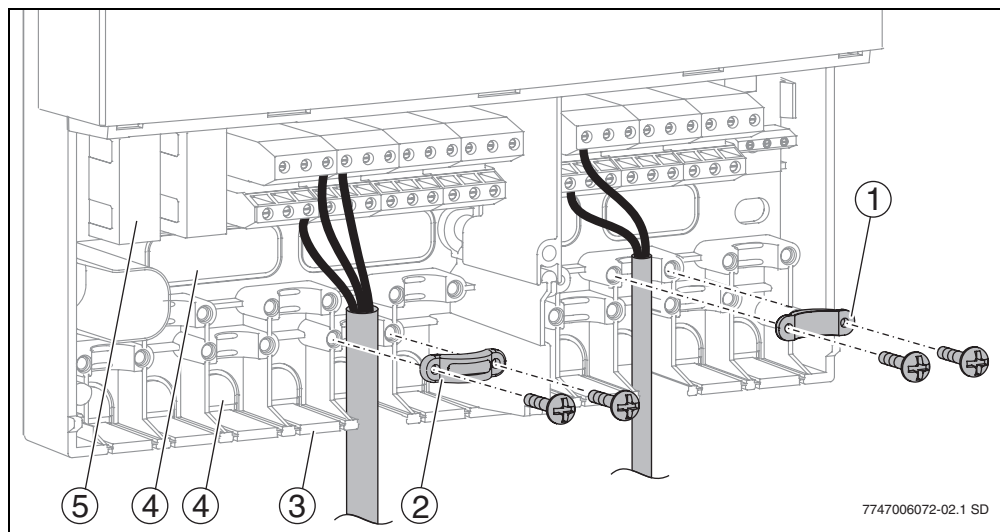

Fig. 8 Introducerea și fixarea cablului
- Pentru a evita muchii ascuțite separați deschiderile de cablu (→ Bild 8) cu cuțitul.